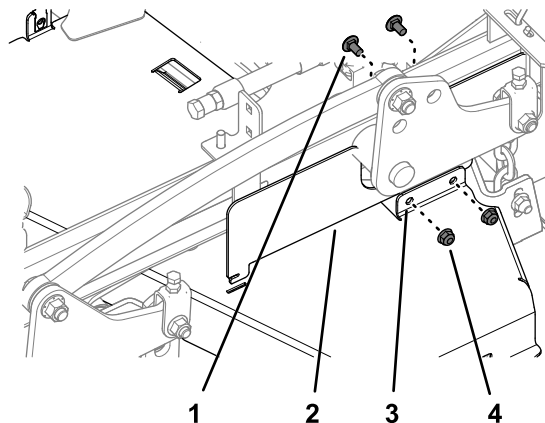

Bild 7
3. Entfernen Sie die beiden Schlossschrauben und die beiden Sicherungsmuttern, mit denen die linke CE-Abdeckung an der linken Riemenabdeckung befestigt ist (**Bild 7**).